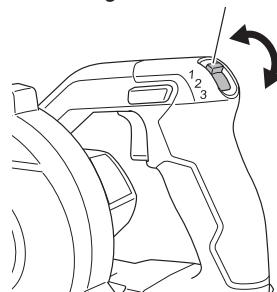

Fig. 14
- Fonction de commande du volume d'air (Fig. 14)